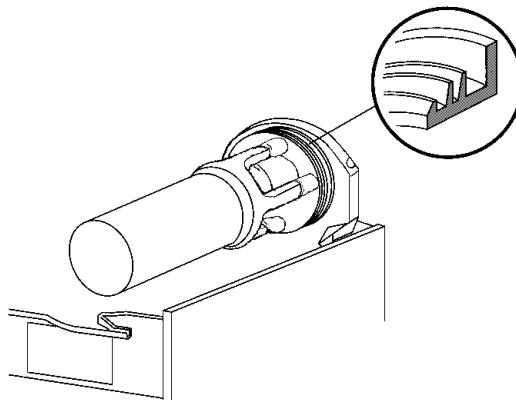

figure 14
- 3 Remonter le joint d'étanchéité du réservoir dans son siège. Remarque: Le bord ayant le diamètre le plus large doit être appuyé contre la paroi postérieure (voir figure 14).